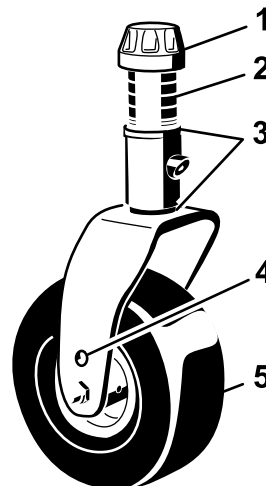
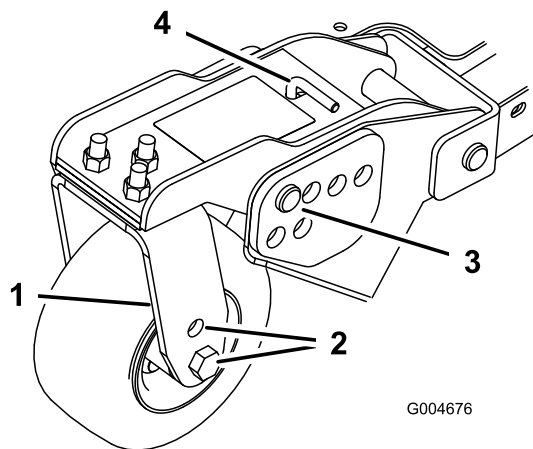
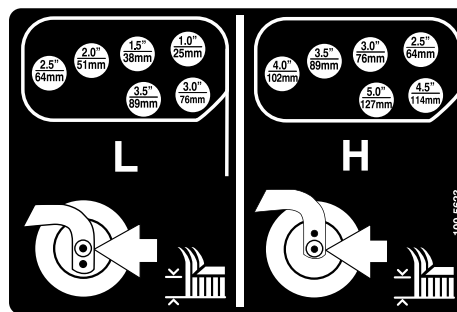

Bild 18
Bild 20
Bild 21
- Stecken Sie die Laufradachsen in allen Laufradgabeln in die gleichen Löcher (Bild 18 und Bild 20).
- Entfernen Sie die Spannkappe von der Spindelwelle und ziehen die Spindel aus dem Laufradarm heraus (Bild 18).
5. Entfernen Sie den Splint und die Lastösenbolzen von den Laufradgelenkarmen (Bild 20).
6. Drehen Sie die Spannstanze, um den Gelenkarm anzuheben oder abzusenken, bis die Löcher mit den ausgewählten Löchern in der Schnitthöhenhalterung im Mähwerkrahmen ausgerichtet sind (Bild 20 und Bild 21).